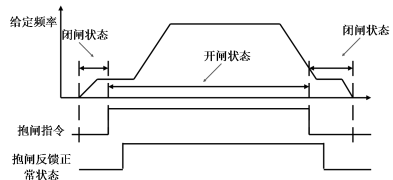

图 6-27 全程有效
- Fd15=2，表示只要变频器运行就开始检测制动器的反馈信号是否正确，详见图 6-27。
· Fd41=2，表示只要变频器运行就开始检测制动器的反馈信号是否正确，详见图 6-27。